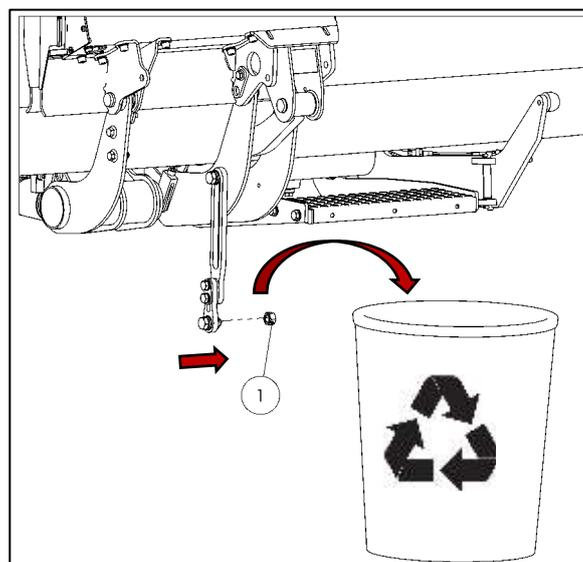

Fig. 59
- Retire y deseche correctamente la tuerca del bloqueo de transporte (1) (vea la Fig. 59).